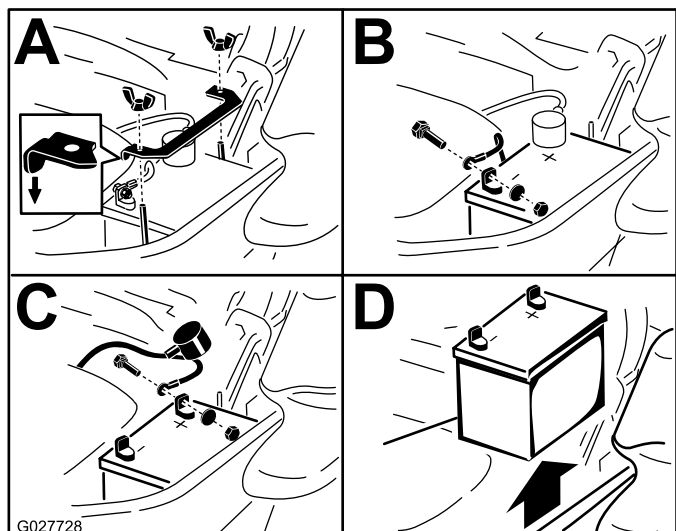

Figura 59
3. Desconecte el cable negativo (negro) de la batería del borne negativo (-) de la batería (Figura 59).
4. Retire la cubierta de goma roja del borne positivo (rojo) de la batería y retire el cable positivo (+) (Figura 59).
5. Retire la tuerca de orejeta que sujeta la abrazadera de la batería (Figura 59).
6. Retire la abrazadera (Figura 59).
1. Coloque la batería en la bandeja, con los bornes frente al depósito de aceite hidráulico (Figura 59).
4. Fije los cables con 2 pernos, 2 arandelas, y 2 contratuercas (Figura 59).
6. Instale la abrazadera y sujétela con la tuerca de orejeta (Figura 59).